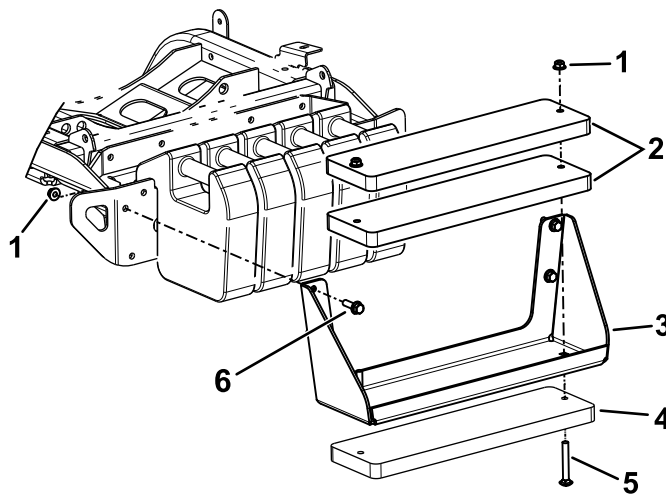

Рисунок 22
Примечание: Для выполнения этих действий см. Рисунок 22.
- А. Используйте болты ($\frac{3}{8}$ x 4 дюйма) и гайки ($\frac{3}{8}$ дюйма) для крепления 3 грузов к кронштейну (Рисунок 22).
- В. Используйте болты с шестигранной головкой и гайки (входящие в комплект) для крепления кронштейна груза к машине (Рисунок 22).
- А. Снимите кронштейн груза с машины (Рисунок 22).
- С. Используйте болты ($\frac{3}{8}$ x 4 дюйма) и гайки ($\frac{3}{8}$ дюйма) для крепления 3 грузов к кронштейну (Рисунок 22).
- Д. Используйте ранее снятые крепежные детали для крепления кронштейна груза к машине (Рисунок 22).